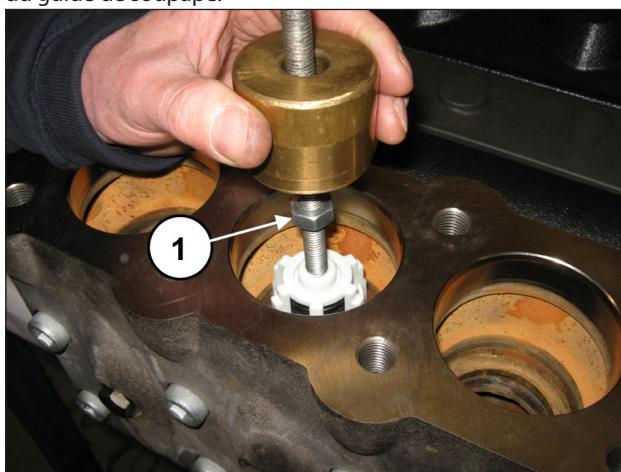

Fig. 100
Extraire l'ensemble de la soupape de refoulement à l'aide d'un extracteur à inertie (réf. 27516400) à appliquer sur le trou M10 du guide de soupape (rep. ①, Fig. 100) ou, en complément, un adaptateur M10-M16 (réf. 25089700) à fixer sur le filetage M16 du guide de soupape.